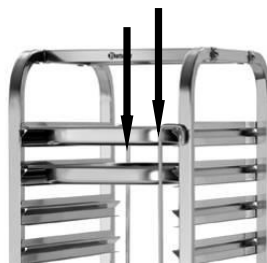

Fig. 4
- Sæt de egnede beholdere i styreskinnerne og lås bagved og foran ved hjælp af sikringsordningen ved at løfte lidt op foran beholdere (**fig. 4**).